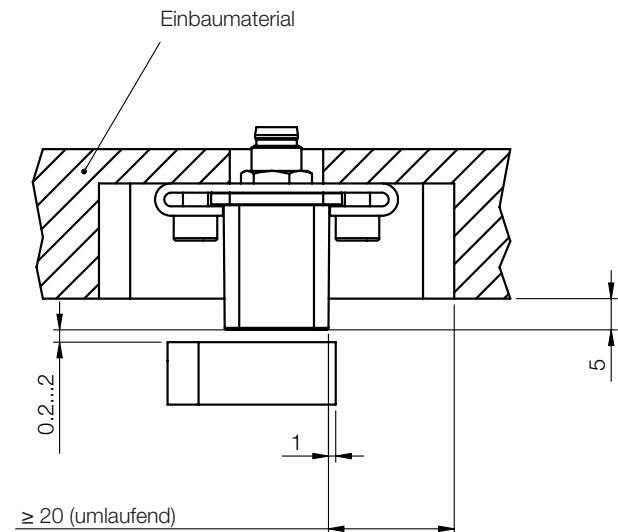

Bild 4-3: Einbaumaße
- Um eine Beeinflussung des Messsignals durch das Einbaumaterial zu minimieren, muss umlaufend um die aktive Fläche des BIP ein metallfreier Raum von ca. 20 mm eingehalten werden (siehe Bild 4-3). Wird neben dem Positionsgeber noch ein weiteres Metallteil vom BIP erkannt, führt dies zu ungültigen Messsignalen.